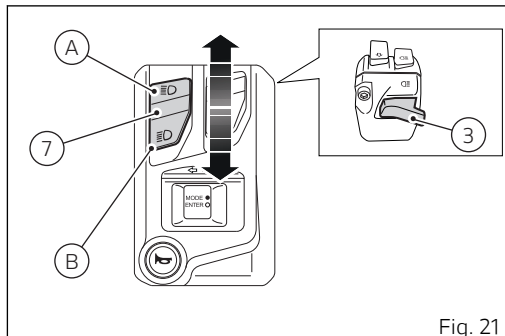

Fig. 21
Si se activa la luz de cruce, también es posible encender la luz de carretera con el pulsador (7, Fig. 21) posición (A) o activar la ráfaga con el pulsador (3, Fig. 21).
Si durante el key-on no arranca el motor, es posible activar las luces de cruce/carretera presionando el pulsador (7, Fig. 21) las posiciones (B) y (A) o activar la
ráfaga con el pulsador (3, Fig. 21) en el conmutador izquierdo.
Presionando el pulsador (7, Fig. 21), además de encenderse las luces de carretera y de cruce, se apaga la luz DRL. Al soltar el pulsador de las luces
(7, Fig. 21), la luz DRL vuelve a encenderse automáticamente.